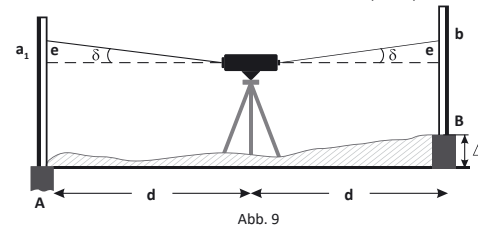

Abb. 9
a) Stellen Sie das Nivelliergerät in der Mitte zwischen zwei Nivellierlaten auf, die ca. 50 m voneinander entfernt sind. Lesen Sie die Höhe an Punkt A und Punkt B ab. Berechnen Sie die Differenz  $dh = a_1 - b_1$  (Abb.9).